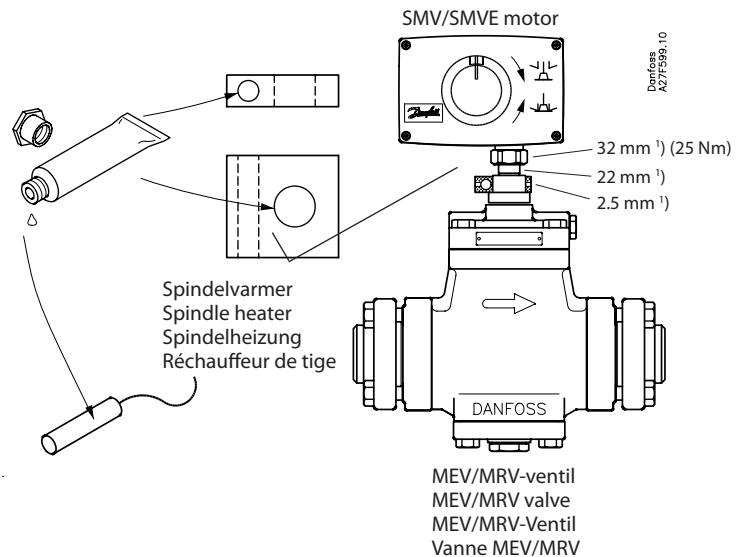
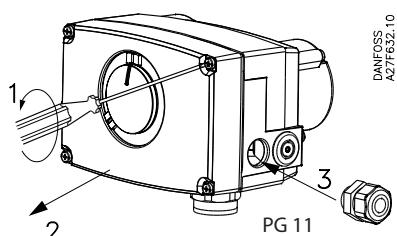

Fig. 1
Fig. 3
Såfremt medietemperaturen gennem MEV/MRV er under 0°C skal der monteres et spindelvarmelegeme (fig. 1). Påfør varmeledningspasta mellem spindelvarmelegeme og aluminiumshus, og mellem aluminiumshus og halsen på motorventilen inden delene monteres.
Montere ikke med vandret spindel og SMV/SMVE-motorens eltilslutning pegende opad (fig. 3). SMV/SMVE-motoren spændes fast på MEV/MRV-motorventilens hals med en omløber (NV 32) (max. 25 Nm), ved at bruge trykstiftpakdåsen (NV 22) som modhold (fig. 1).
2. De fire skruer i låget løsnes. (Se fig. 3)
SMV/SMVE leveres monteret med 2 blindpropper. Der skal monteres 1 eller 2 stk. PG 11 forskruninger afhængig af det antal kabler der monteres. Se fig. 3.